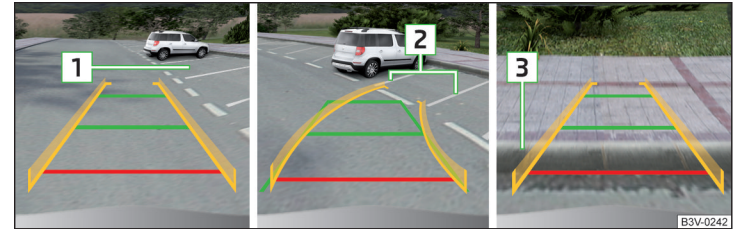

Abb. 178 Displayanzeige
- An der ausgewählten Parklücke **1** » Abb. 178 langsam vorbeifahren und das Fahrzeug anhalten.